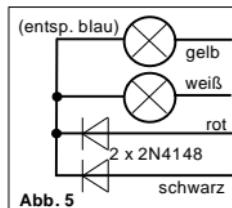

Abb. 5
- 7) Um Zusatzeinrichtungen (z.B. Dampfgenerator) mit **voller Leistung** anzuschließen, wird eine positive Versorgung für die Funktionsausgänge (entspricht blauem Draht bei H0-Decodern) benötigt. Diese kann mittels zweier Dioden entsprechend Abb.5 erzeugt werden. Die positive Versorgung ist auch am Decoder vorhanden, den Anschlußpunkt entnehmen Sie dem Internet.